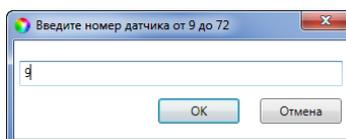

Рисунок 3.2 — Ввод номера радиоустройства
2. В открывшемся окне укажите будущий номер радиоустройства из числа еще не занятых в нумерации ШС и радиоустройств (в диапазоне, указанном в заголовке окна) и нажмите кнопку *OK* (см. рисунок 3.2).